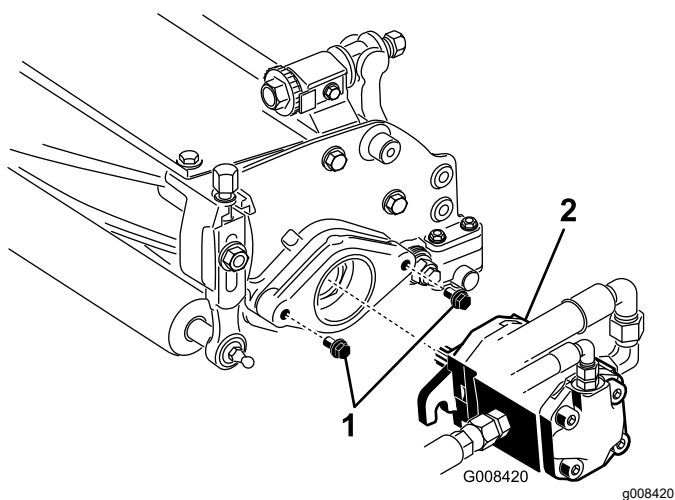

図 8
7. リールモータ取り付けボルトのねじの頭が、それぞれおよそ 13 mm 突き出した状態になるようにすること 図 8。
8. リールモータのシャフトのスプライン部にグリスを塗布する。モータを取り付け穴に正対させ、時計方向にひねってスタッドを一回かわし、モータを左にひねってフランジをスタッドに嵌め合わせ 図 8、
9. 取り付けボルトを締め付ける 図 8。